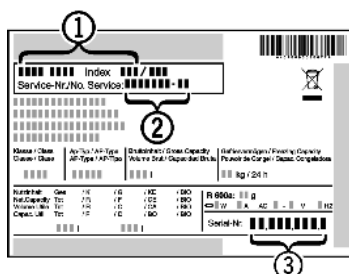

Fig. 16
- Označení přístroje *Fig. 16 (1)*, servisní číslo *Fig. 16 (2)* a sériové číslo *Fig. 16 (3)* naleznete na typovém štítku. Identifikační typový štítek je umístěn na levé vnitřní stěně přístroje.
- Informujte zákaznický servis a sdělte poruchu, označení přístroje *Fig. 16 (1)*, servisní číslo *Fig. 16 (2)* a sériové číslo *Fig. 16 (3)*.